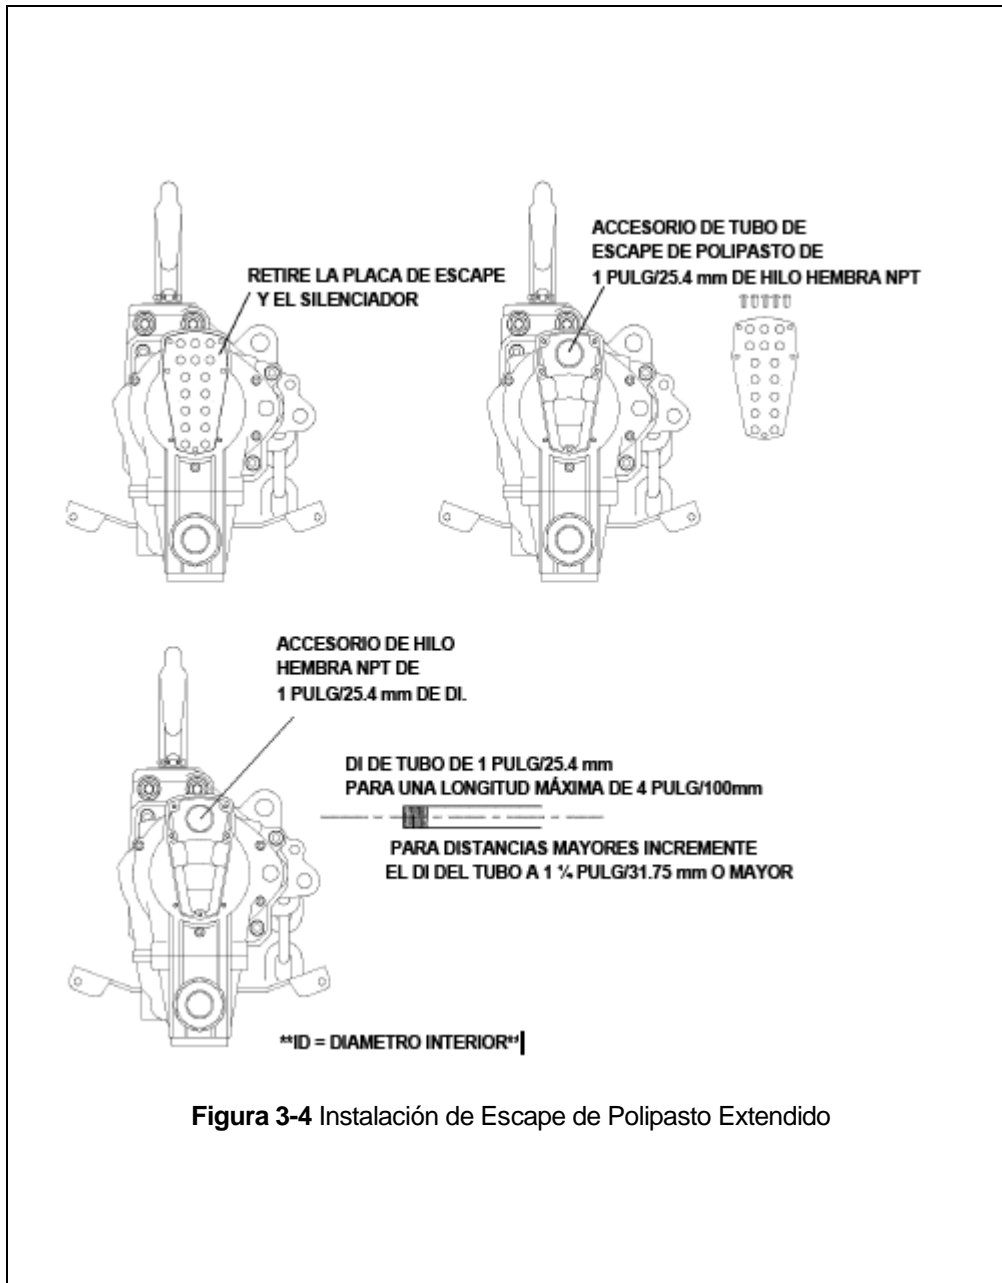

Figura 3-4 Instalación de Escape de Polipasto Extendido
- 3.7.1 Algunas aplicaciones de polipasto requieren que el escape del polipasto sea expulsado fuera del entorno inmediato. Para satisfacer esta necesidad, es posible extender el escape del polipasto a otra área. La Figura 3-4 describe el método para extender el escape del polipasto.